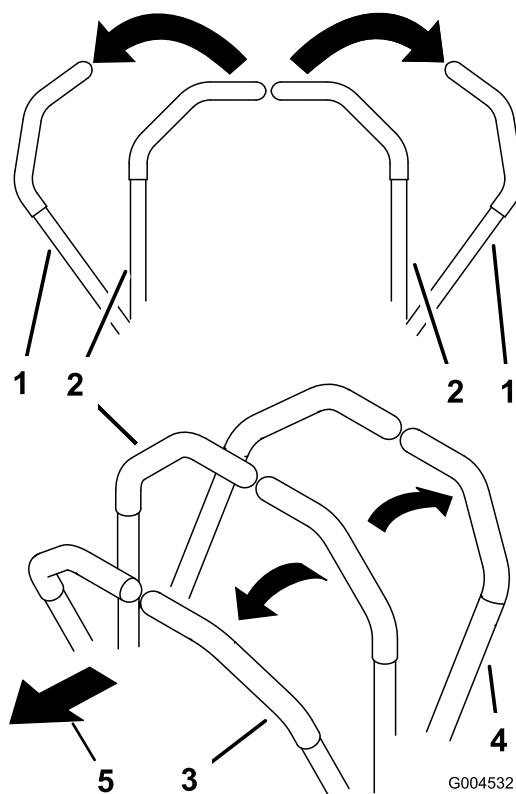

Figura 20
- Para mover para a frente, empurre as alavancas de controlo do movimento para a frente (Figura 20).
- Para mover para trás, puxe lentamente as alavancas de controlo do movimento para trás (Figura 20).
- Para rodar, desacelere a máquina puxando para trás ambas as alavancas e depois empurrando para a frente a alavanca do lado oposto daquele que quer virar (Figura 20).